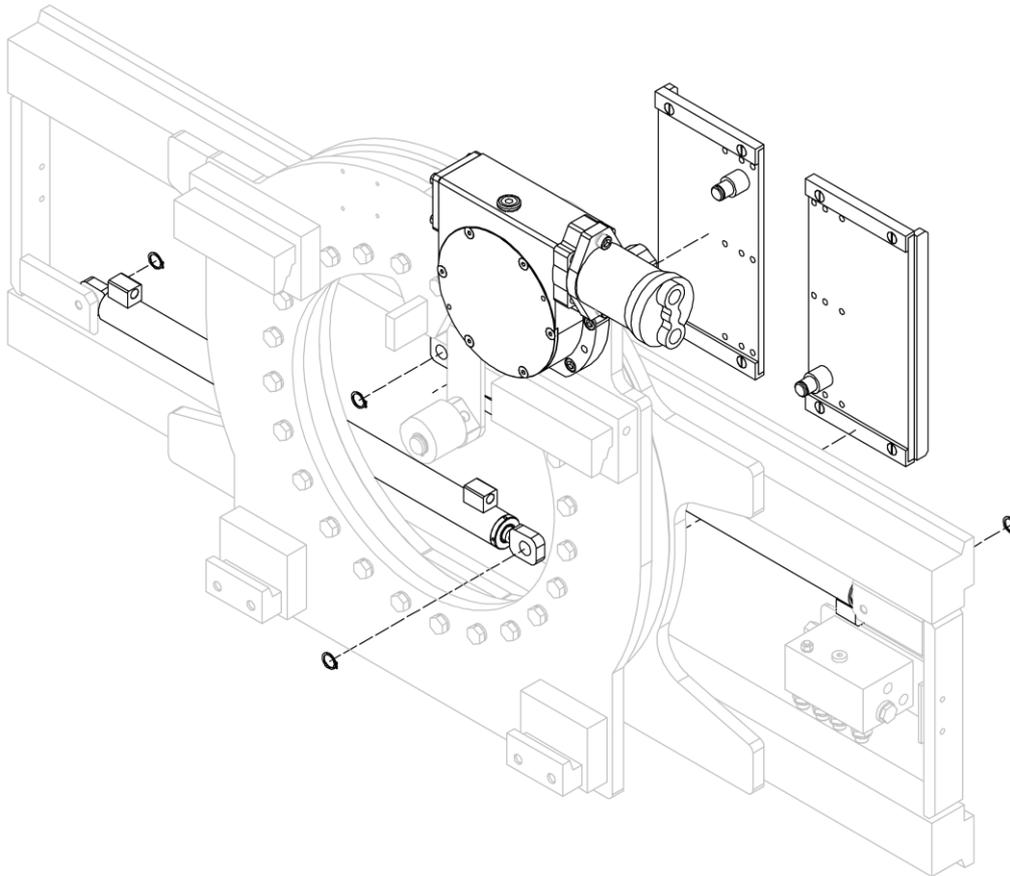

Figure 33
3. Retirer les plaques des fourches de l'équipement, après avoir enlevé les circlips qui les maintiennent sur les vérins (voir *Figure 33*).
4. Retirer les vérins après avoir enlevé les anneaux élastiques correspondants qui les fixent à la structure de l'équipement (voir *Figure 33*).